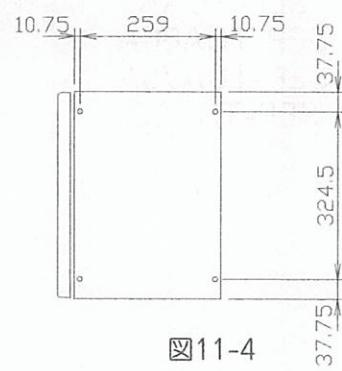

図11-4
- ①ウォールキャビネット側面の所定の位置にΦ1.5の穴（深さ5mm程度）を加工してください。（図11-4）
- ②所定のネジでエンドカバーを固定し、ネジ頭隠しシールを貼付けてください。